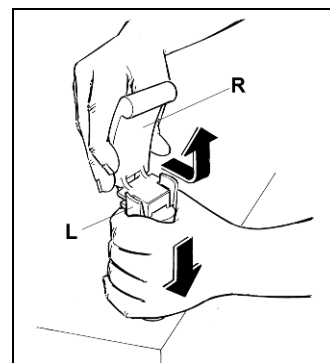

Fig. 4
- **D**esmonte el grifo manteniendo presionado hacia abajo el cuerpo L extrayendo la palanca R de su alojamiento (véase fig.4).